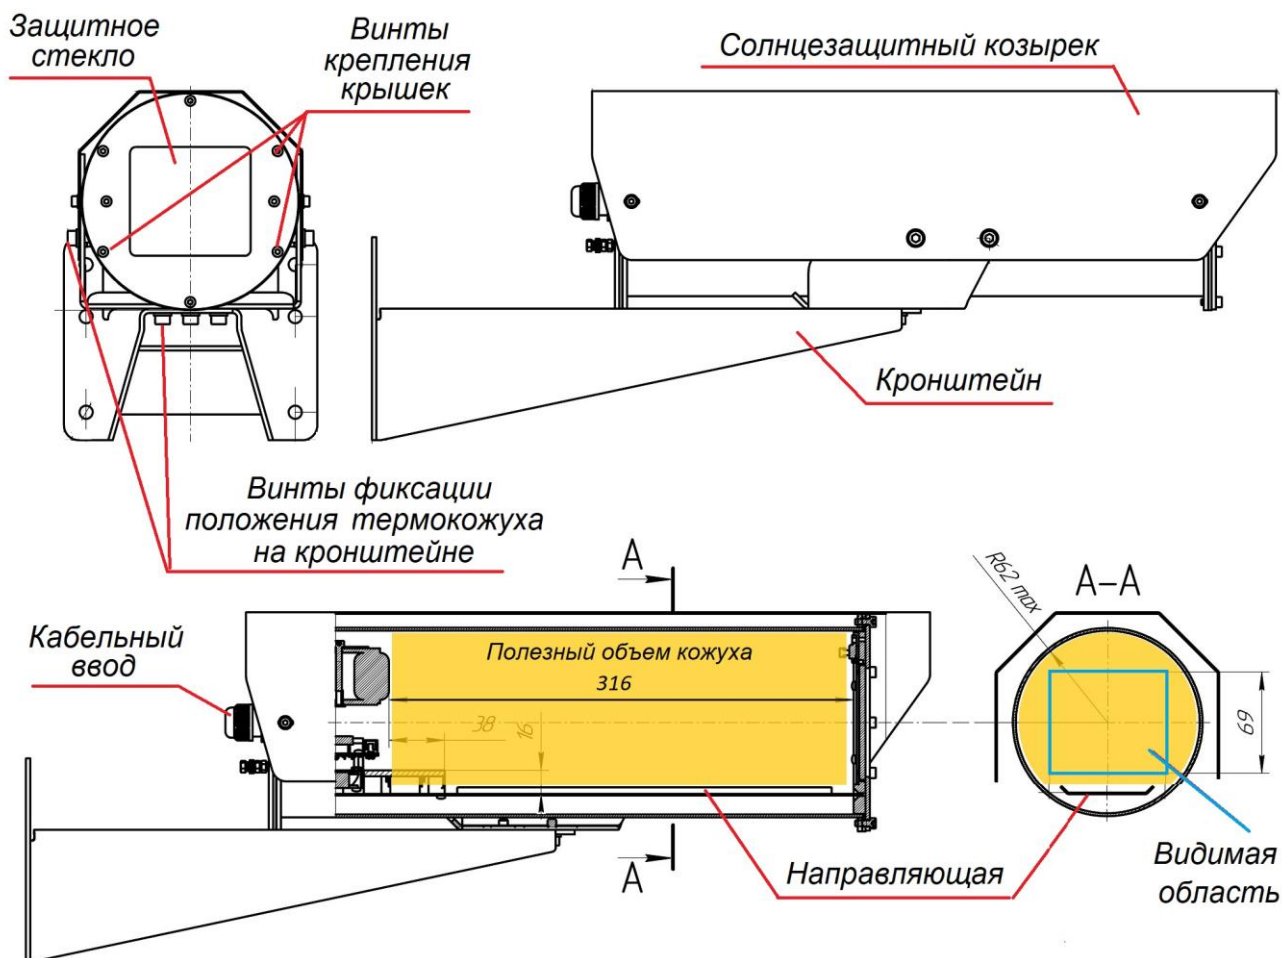

Рис. 3.2.1 Внешний вид термокожуха ВСМ-400М и назначение его конструктивных элементов
3.2 Внешний вид термокожуха и назначение элементов его конструкции приведены на рис.3.2.1.